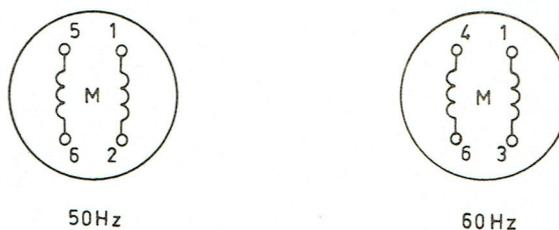

Fig. 2.
- Intervertir les connexions à souder du moteur, Fig. 2.
Les connexions de la figure 2 correspondent avec les connexions du transformateur.